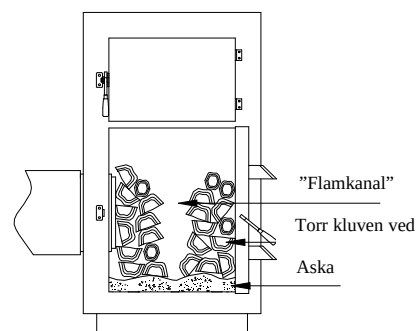

Fig. 7 – Handeldning i pannan
2. Fyll pannan till hälften med torrt och kluven ved (max 15-20 % vattenhalt). Se till att frilägga en öppning (flamkanal) som är ca 10cm bred i mitten av bränslet som visas i fig. 7.